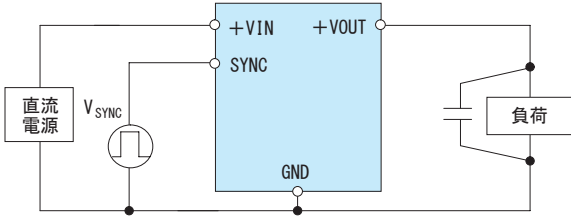
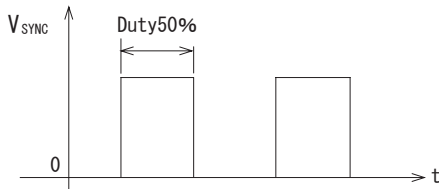

図3.10 外部クロックによる同期時の接続例
図3.11 推奨外部クロック波形
■外部クロックによる同期時の接続例を図3.10に、推奨同期信号を図3.11に示します。